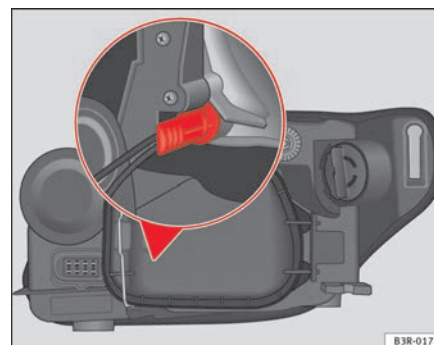

Fig. 209 Luci di posizione Impugnatura del portalamпада nella posizione verticale
- Inserire la lampadina nello zoccolo, in maniera tale che l'impugnatura del portalampada si trova in posizione verticale rispetto alla parete ⇒ pag. 276, fig. 209 e faccia pressione.